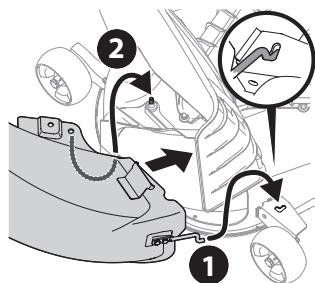

Figura 25
- Inserta el extremo del codo del bota (1) en el orificio suministrado en el montaje de rueda de la plataforma tal como se muestra en el recuadro de la Figura 25.
- Gire la bota hacia atrás hasta que el orificio del bota se alinee con el pasador del adaptador de plataforma. Mueva la bota hacia abajo hacia ese pasador como se muestra en (2) de la Figura 25.